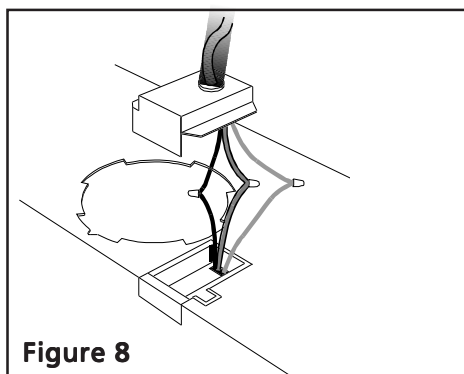

Figure 8
- Retirer le couvercle du tiroir extractible, comme illustré dans la Figure 8.
- Connecter le fil noir du panneau de commandes avec le fil noir ou rouge de la boîte des connexions électriques, le fil blanc avec le fil blanc et le fil vert avec le fil vert/jaune (Figure 8).